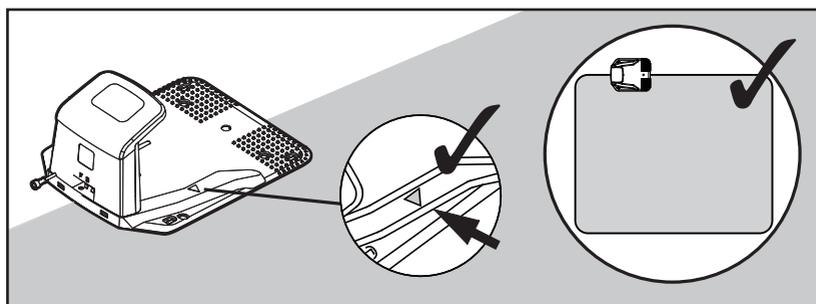

Fig. 15
i **REMARQUE :** La flèche de la station de charge (12) doit pointer vers la zone de tonte (Fig. 15).